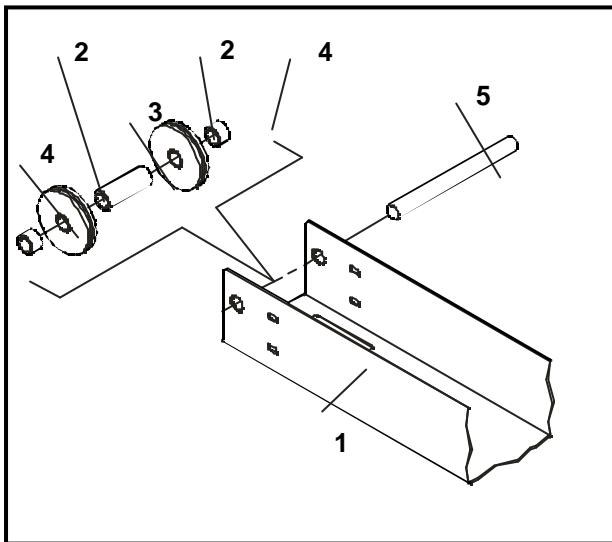

Fig.39
9 - Prendere la trave superiore (1) (Vedere Fig.39) e montarla ad ogni una delle sue estremità: due pulley (2), una distanza lungo (3), due distanze laterali (4) e il perno (5).
9 - Mount two pulleys (2), one long spacer (3), two short ones (4) and one pin (5) on each end of the upper beam (1, see fig.39).